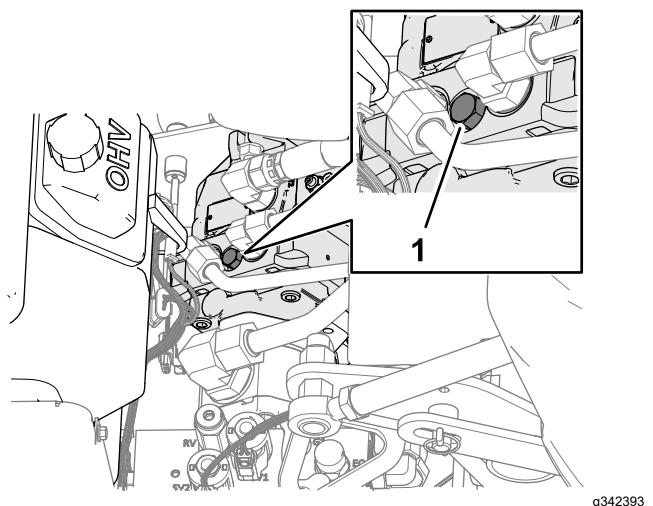

Figure 118
**Remarque:** L'emplacement du cache de la vis de la vanne de dérivation est indiqué à la Figure 118.